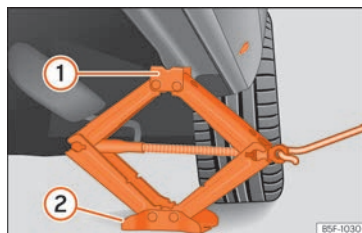

Fig. 39 Bas de caisse : placement du cric du véhicule.
- Tournez la manivelle du cric*, placé sous le point d'appui du bas de caisse, pour le lever jusqu'à ce que l'ergot ① » » **fig. 39** se trouve sous le logement en plastique prévu à cet effet.
- Alignez le cric* de sorte que l'ergot ① « s'encastre » dans le logement en plastique prévu à cet effet sur le bas de caisse et que la plaque de base mobile ② repose sur le sol. La plaque de base ② doit tomber à la verticale par rapport au point d'appui ①.